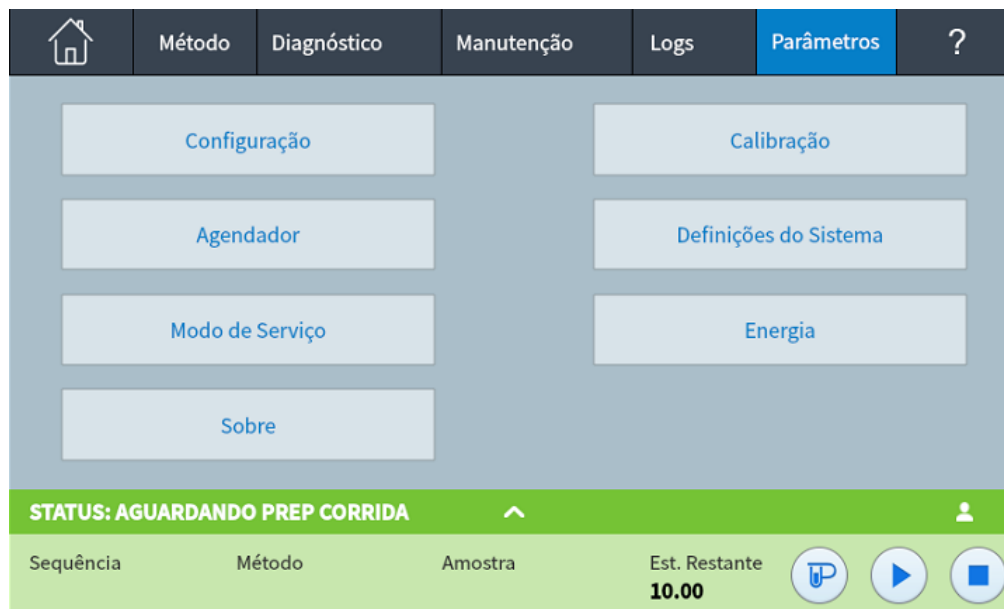

Figura 63. Exibição dos Parâmetros
- 1 Selecione **Parâmetros**. A exibição dos Parâmetros aparece. Consulte a **Figura 63**.